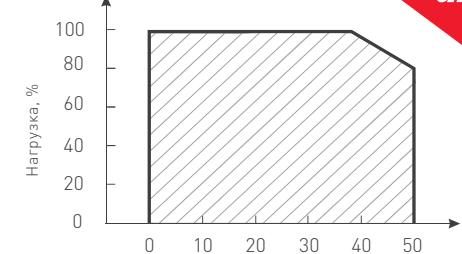

Рис. 2. Максимальная допустимая нагрузка,
- 4.3. Не нагружайте источник питания более 80% от его максимальной мощности. Учитывайте, что с повышением температуры окружающей среды, максимальная мощность источника питания снижается, см. график зависимости на Рис. 2.